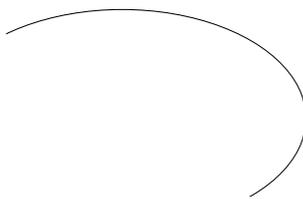

图 3-6 绘制椭圆弧
指定端点角度或 [参数 (P) / 包含角度 (I)]: I1 // 按 Enter 键, 默认系统所给予的角度参数, 绘制椭圆弧的结果如图 3-6 所示